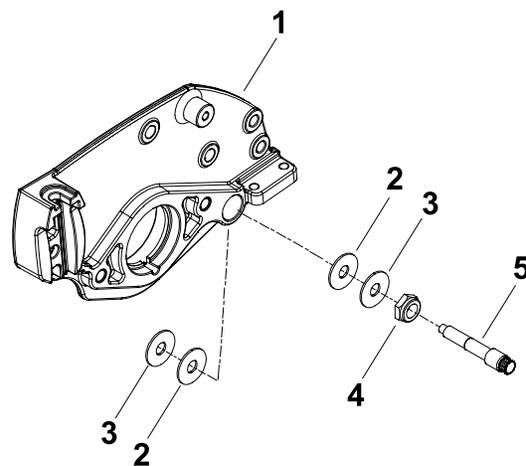

图 8
3. 松开各底刀架枢轴螺栓上的锁紧螺母从侧板上取下底刀架枢轴螺栓、金属垫圈和塑料垫圈图 8。